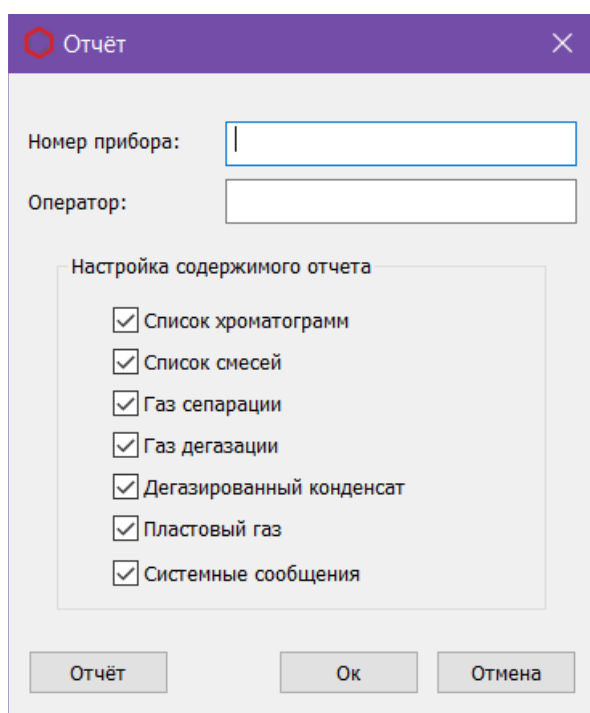

Рис. 7. Окно «Отчёт»
1. Чтобы сформировать отчёт, в основном окне программы нажмите **Отчёт**. Откроется окно *Отчёт* (Рис. 7).